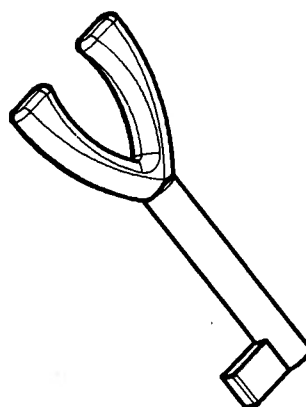
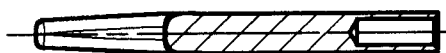

Fig. 1
Fig. 2
Przedmiot wzoru przemysłowego jest uwidoczniony na załączonym rysunku, na których fig. 1 jest widokiem, fig. 2 jest przekrojem osiowym a fig. 3 jest rzutem poziomym.
1. Klucz meblowy składający się z części chwytowej oraz części w postaci walca kołowego zakończonego umieszczonym promieniowo piórem znamienne tym, że część chwytowa (1) ma kształt zbliżony do litery V połączonej wierzchołkiem z podstawą walca (2) kołowego, jak pokazano na załączonym rysunku: fig. 1, fig. 2 i fig. 3.
2. Klucz według zastrz. 1 znamienne tym, że ramiona części chwytowej w rzucie poziomym są coraz szersze w kierunku swych końców, natomiast w przekroju prostokątnym do tego rzutu zwężają się w tym samym kierunku, jak pokazano na załączonym rysunku: fig. 1, fig. 2 i fig. 3.